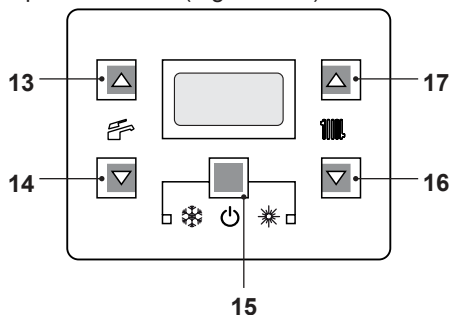
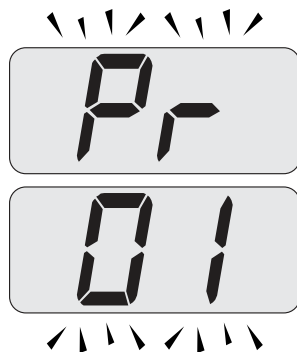
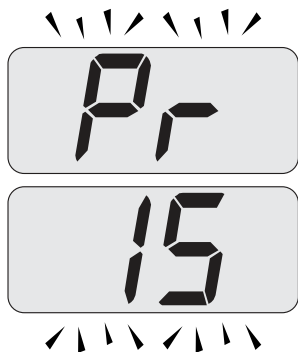

Figura 5.43
Figura 5.44
Figura 5.45
- Entre en la "modalidad de programación" pulsando simultáneamente durante 10 segundos los botones 15 - 16 - 17 (Figura 5.43) hasta que aparezcan en el display LCD las letras **Pr** alternadas con el código **01**, indicando que se ha entrado en el "parámetro 01" (Figura 5.44).
- Desplace los parámetros mediante los botones 16 o 17 hasta que aparezcan en el display LCD las letras **Pr** alternadas con el código **15**, indicando que se ha entrado en el "parámetro 15" (Figura 5.45).
- Pulse simultáneamente los botones 15 y 17 (Figura 5.43) hasta que aparezca en el display LCD el valor del parámetro 15 (Figura 5.46).
- Pulsando el botón 15 (Figura 5.43) se confirma el valor introducido.
- Pulsando simultáneamente los botones 15 y 16 (Figura 5.43) se sale sin modificar el valor (se vuelve a la lista de parámetros Figura 5.45)
- Pulsando simultáneamente durante 10 segundos los botones 15 - 16 - 17 (Figura 5.43) se sale de la "modalidad de programación".
De todas formas, si la temperatura ambiente no resultase confortable, se puede aumentar o reducir la temperatura de impulsión de la instalación de calefacción en $\pm 15^\circ\text{C}$ usando los botones 16 (reducción) y 17 (aumento) (Figura 5.43).